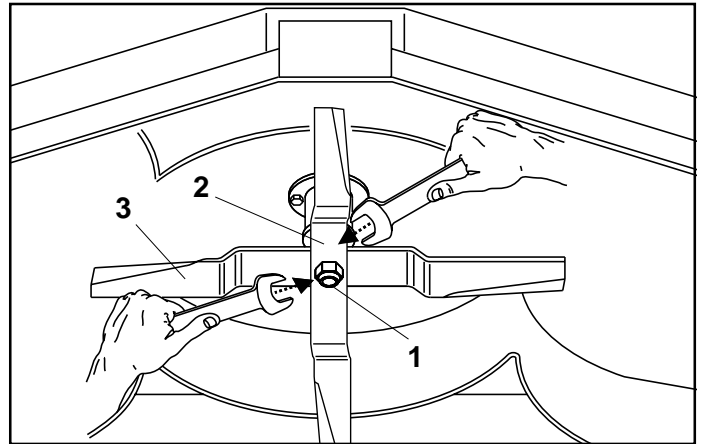

Fig. 24
- Per la versione «mulching» (Fig. 24), si ripetono le stesse operazioni.
- For «mulching» version (Fig. 24) carry out same operation.
- Für Version «Mulching» (Abb. 24) wiederholen dersebe Handlung.
- Pour version «mulching» (Fig. 24) exécuter même opération.
- Por version «mulching» (Fig. 24) efectuar misma operación.